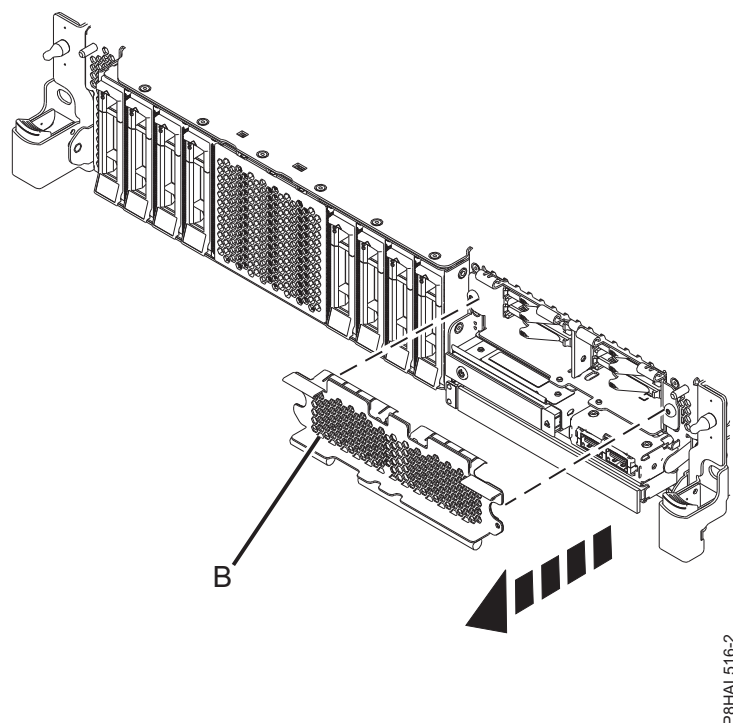

Figura 42. Extracció de la coberta del receptacle de l'SSD per accedir a les ranures en un sistema de funció expandida
10. Per accedir a les ranures de l'SSD, traieu la placa perforada **(B)** que tapa el receptacle de l'SSD tal com es mostra a la Figura 42.